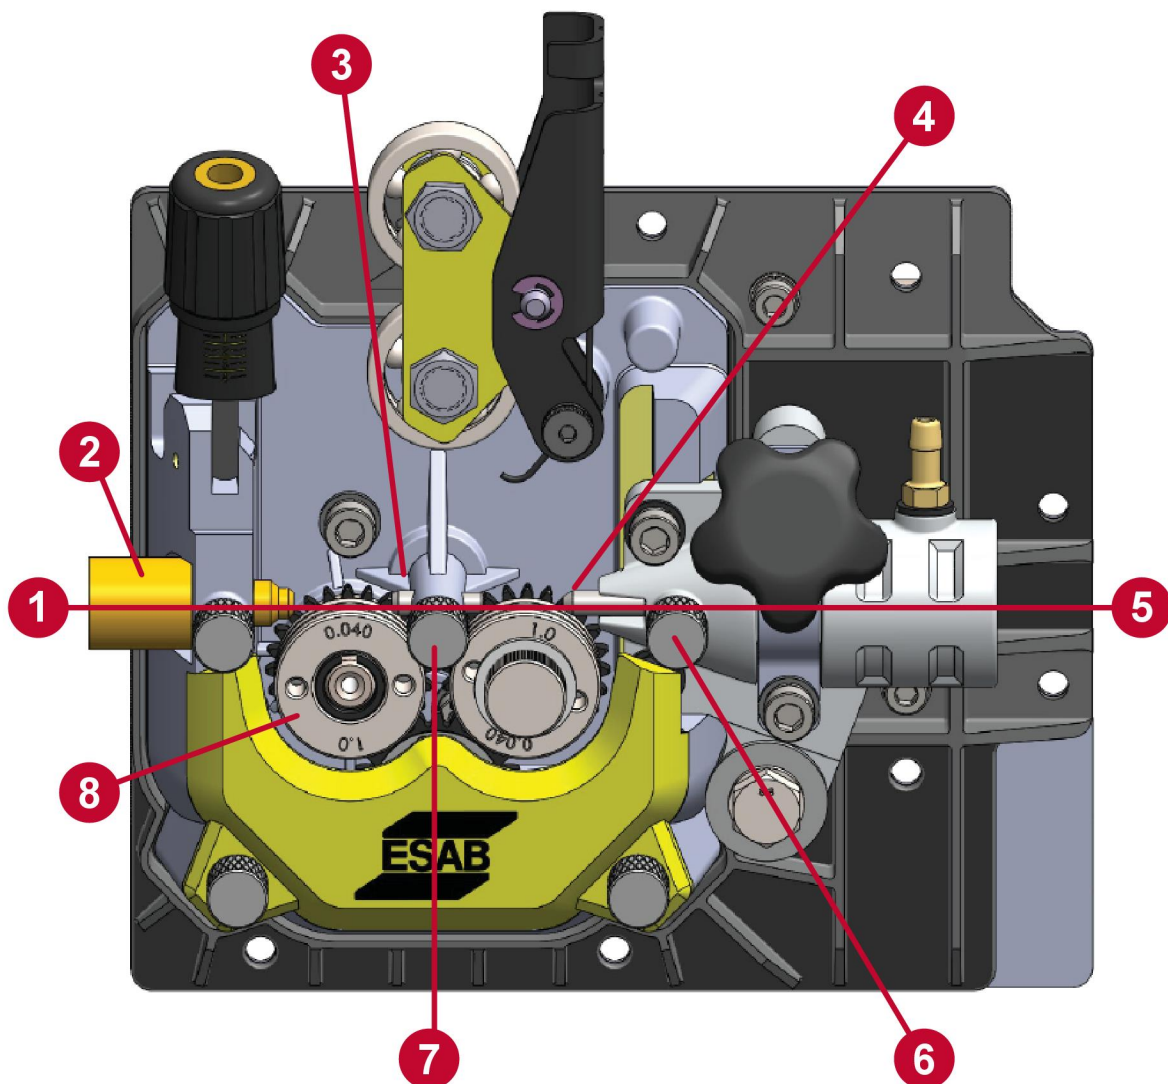

Figure 18. Emplacement des guide-fil et de leurs vis de réglage
1. Desserrez la vis de serrage du guide-fil de sortie (voir la figure 18).
1. Desserrez et retirez le tube guide-fil central d'origine (voir la figure 18 pour en connaître l'emplacement). Ce tube s'enlève et s'installe par le côté gauche seulement.
4. Acheminez le fil de la bobine, dans les guides de dévidage et les rainures des galets d'entraînement comme illustré à la figure 18. Acheminez le fil dans la rainure **intérieure** des galets d'entraînement. Continuez d'acheminer le fil jusqu'à ce qu'il sorte de quelques centimètres à la sortie de l'adaptateur de torche.